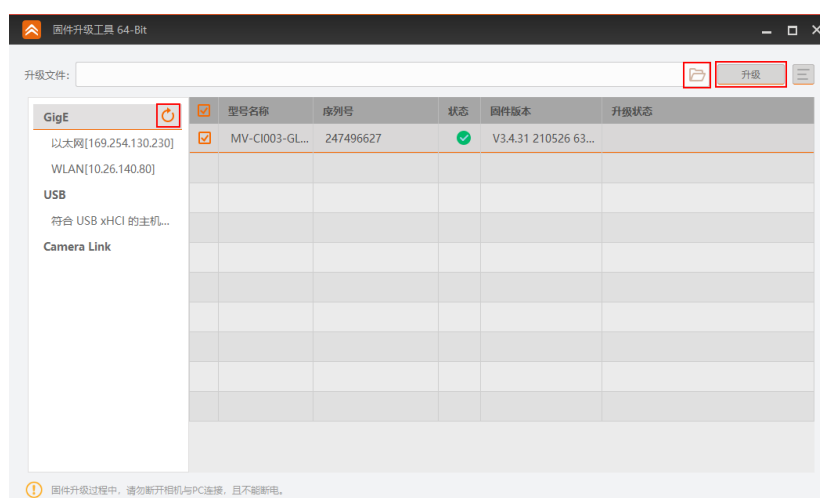

图8-22 固件升级
2. 点击工具左侧 GigE 接口处的  枚举网口相机，在右侧选中需要升级且处于可用状态的设备，如 图8-22 所示。